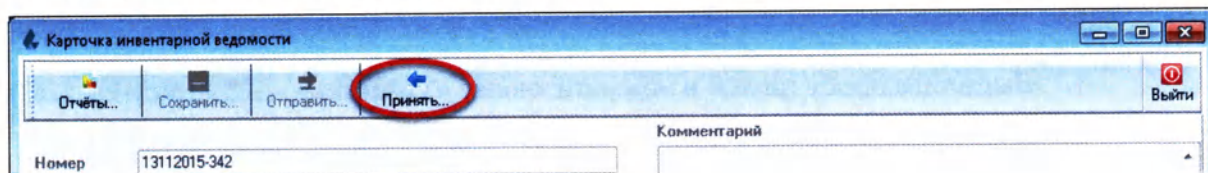

Рисунок 1.16
1. В карточке инвентарной ведомости нажмите кнопку «Принять» (Рисунок 1.16):